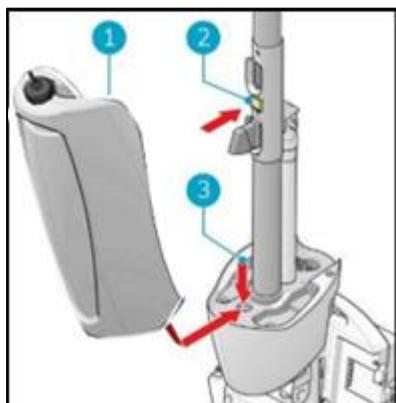

figura 35.
14. Coloque o fundo do depósito de recuperação (Figura 35, pos 1 e pos 3) na parte da frente da i-mop® XXL
15. Empurre a parte superior do reservatório para o seu lugar até ouvir um som de "clique"; o ímã (Figura 35, pos. 2) bloqueará o reservatório de recuperação no seu lugar.